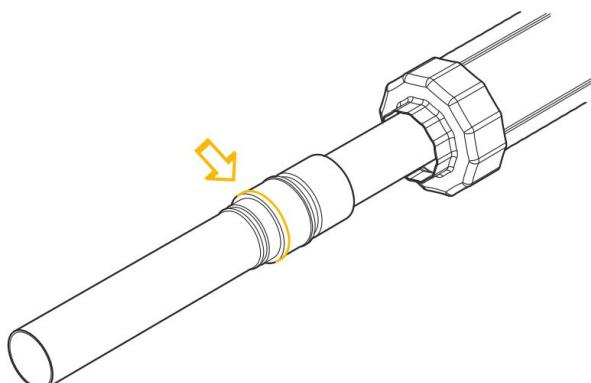

Рис. 5.7.12
10. После запрессовки визуально убедиться, что между буртом втулки пресс-фитинга и торцом гильзы надвижной нет зазоров (рис. 5.7.12).